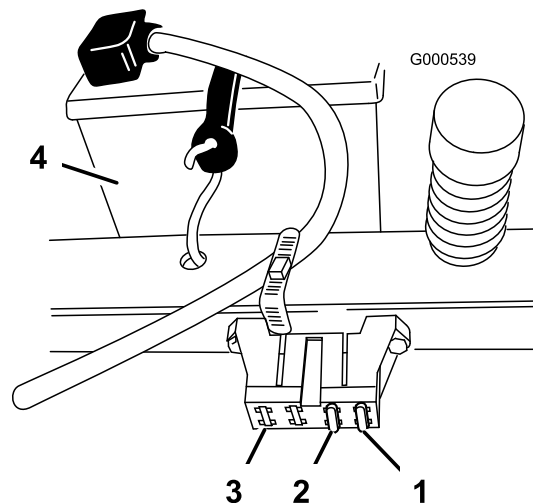

Figure 36
- Soulevez le siège pour accéder au porte-fusibles (Figure 36).
- Pour remplacer un fusible, tirez dessus pour l'enlever (Figure 36).